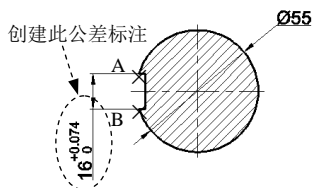

图 1.1.25 创建带公差的线性标注
(1) 选择下拉菜单 **标注(I)** → **线性(L)** 命令，分别捕捉图 1.1.25 中的 A、B 两点。
(2) 在命令行中输入字母 M（即选择“多行文字”选项），按 Enter 键。